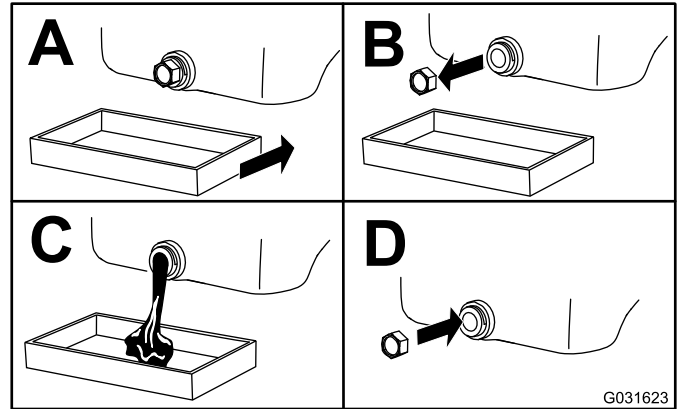

Figura 23
4. Cambie el aceite del motor como se muestra en Figura 23.